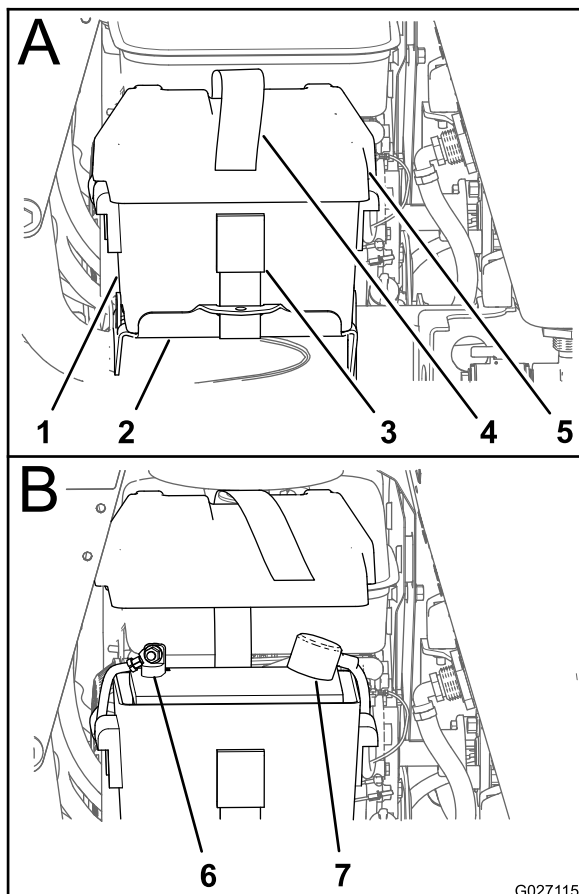

図 3
1. バッテリーボックスからバッテリーカバーを取り外す 図 3。
2. プラスケーブルをバッテリーのプラス+端子に取り付け、フランジボルトとフランジナットで固定する 図 3。
3. マイナスケーブルをバッテリーのマイナス-端子に取り付け、フランジボルトとフランジナットで固定する 図 3
4. バッテリーカバーをバッテリーボックスに合わせ、ストラップでトレイに固定する 図 3。